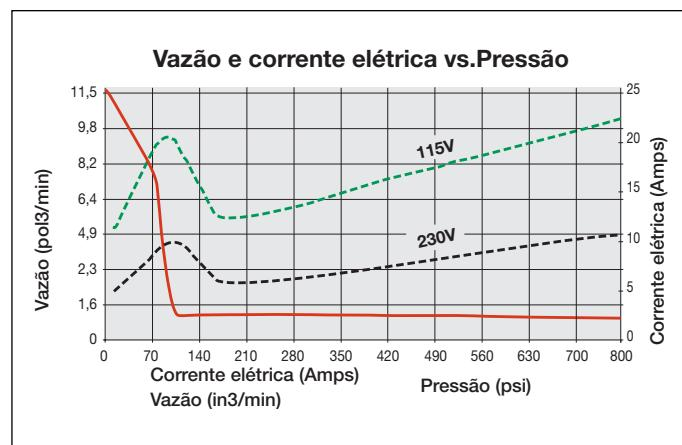

Figura 1, Diagrama de Vazão
#### 3.2 Diagrama de Vazão (ver Figura 1):
\*Consumo efetivo de força depende da aplicação. Ver Figura 1.
1. A proteção das linhas do circuito e os disjuntores devem ser fornecidos pelo cliente. A proteção da linha de circuito deve ser de 115% do valor da amperagem do motor, na carga máxima da aplicação. (Ver Figura 1). .